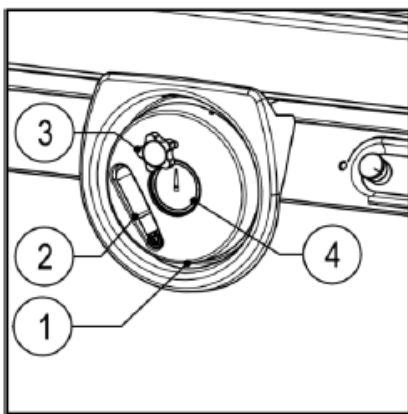

Bild. 12A
Justera huvudklingan och ritsklinga Z500 (bild 12A-B)
Huvudklingan kan justeras vertikalt med handhjulet (1) och handtaget (2). Efter justering, lås handratten med vredet (3) (fig 12A).
Ritsklingans höjjustering görs med justeringsknappen (5). (fig 12A)